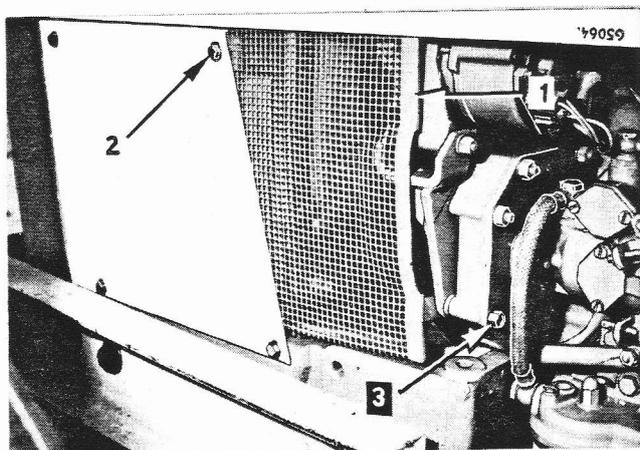

Figure 80
La grille de protection (1, fig. 80) doit être déposée lors de certaines opérations d'entretien (vérification de la tension de courroie du ventilateur, vidange du système de refroidissement). Enlevez à cet effet la vis de fixation (2) et l'écrou (3).